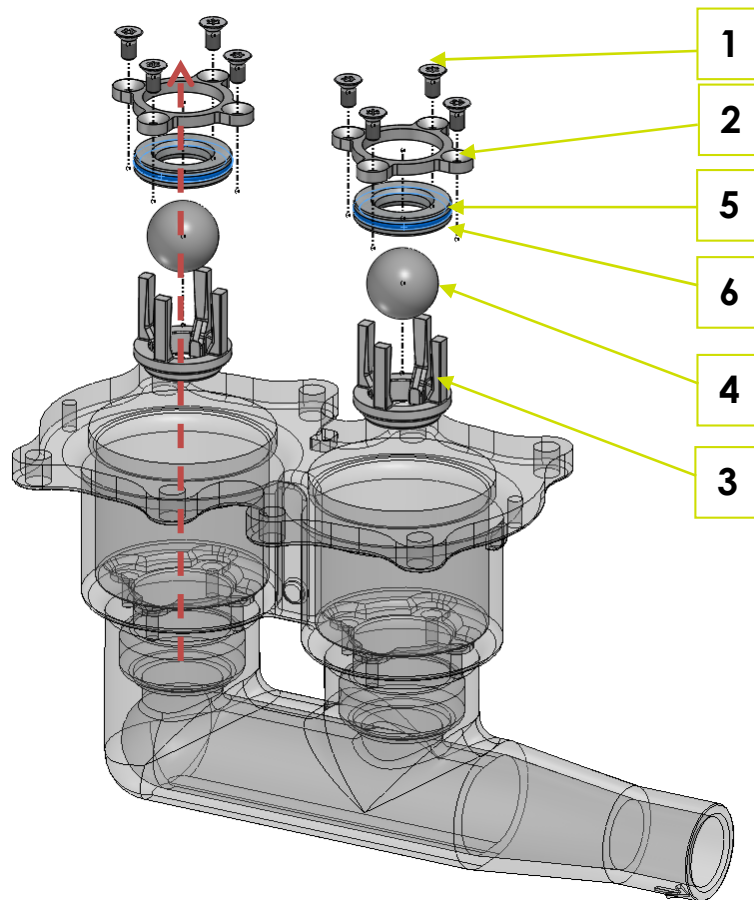

Fig. 6-3: Démontage des clapets produit dans le bloc cylindre
1. Dévisser les huit vis à tête fraisée M6x12 (1) avec une clé Torx T30 (Fig. 6-3 : Démontage des clapets produit dans le bloc de cylindre).
2. Retirer les deux étoiles de maintien (2).
3. Enlever les deux sièges de clapet (5) avec les joints toriques (6).
4. Retirer les deux cages (3) et les billes (4).